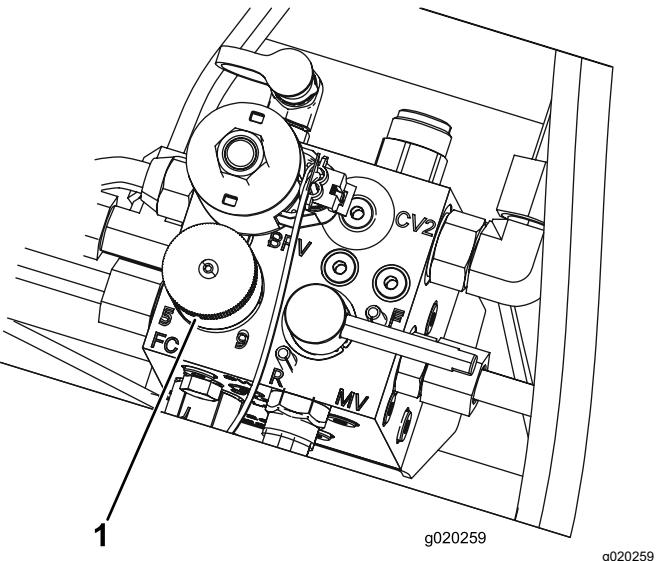

Figura 37
- Per impostare la velocità dei cilindri girate la manopola (Figura 37) fino a portare la freccia in linea con il numero corrispondente all'impostazione desiderata.